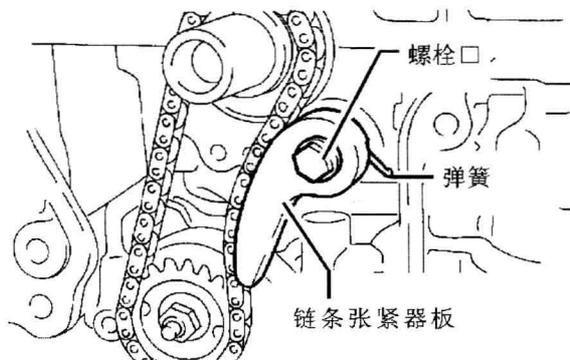

图 1-21 拆卸螺栓、链条张紧器板和弹簧
(3) 拆卸螺栓、链条张紧器板和弹簧，如图 1-21 所示。